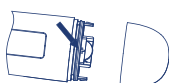

Figura 4
- Tire suavemente de la placa de circuito de plástico con la cámara de la batería aproximadamente 1 cm. (Ver Figura 4)